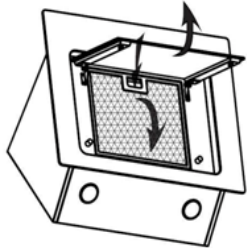

Figura 12
- Rimuovere il filtro antigrasso come mostrato nella figura 12.